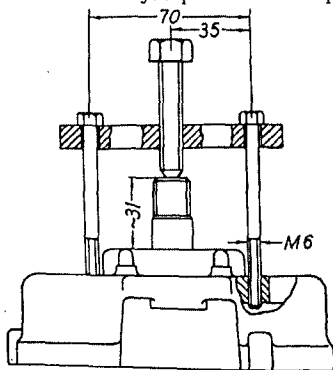

Рис. 64. Снятие передней крышки генератора
- снять с вала ротора переднюю крышку вместе с подшипником, используя резьбовые отверстия в крышке и приспособление (рис. 64).